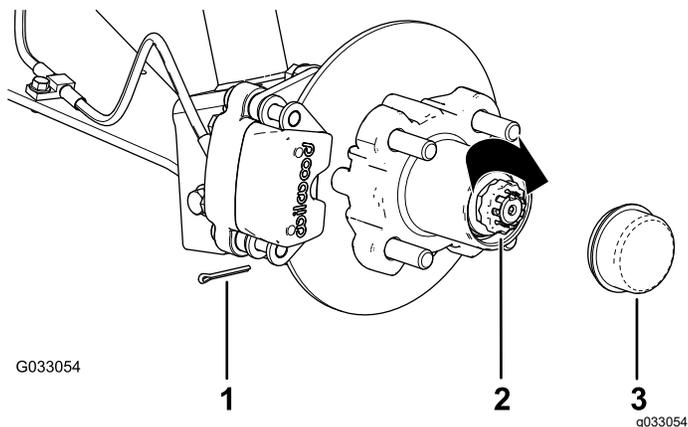

Figura 31
9. Coloque o contrapino e dobre as pernas em torno do retentor (Figura 31).
10. Coloque o tampão antipoeira no cubo (Figura 31).